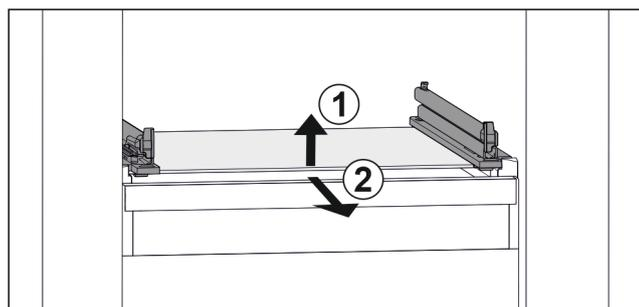

Fig. 160 Exemple de représentation de la tablette en verre
- ▶ Soulever la tablette en verre par l'avant. Fig. 160 (1)
- ▶ Retirer la tablette en verre par l'avant. Fig. 160 (2)